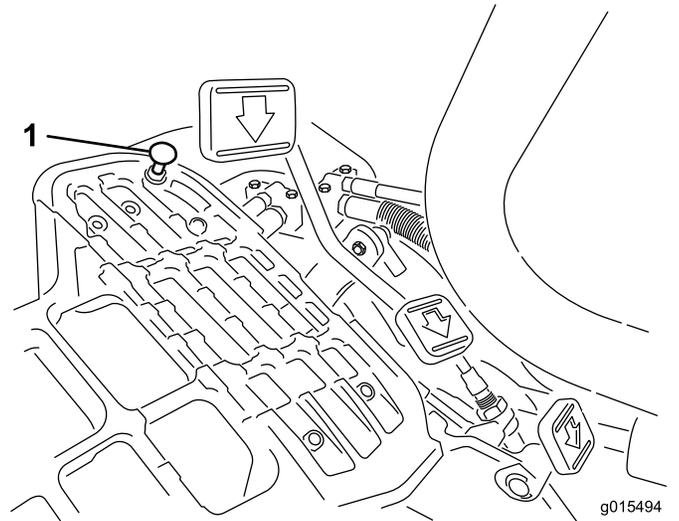

图47
要获得最大行驶速度，请将功能控制杆放在行驶位置，并踩下驱动踏板。如果在拉线感到张紧力之前，踏板接触到限位器（图47），请执行以下调节程序：
1. 将功能控制杆放在行驶位置，松开将踏板限位器固定至底板上的锁紧螺母（图47）。